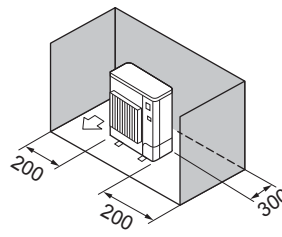

Fig. 2-4
③ Obstáculos apenas na parte de trás e nos lados (Fig. 2-4)